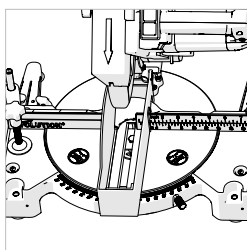

Fig. 16
- Positionnez le carter de protection de lame sur la table, au-dessus de l'insert et chevauchant le guide de protection. **(Fig. 16)**